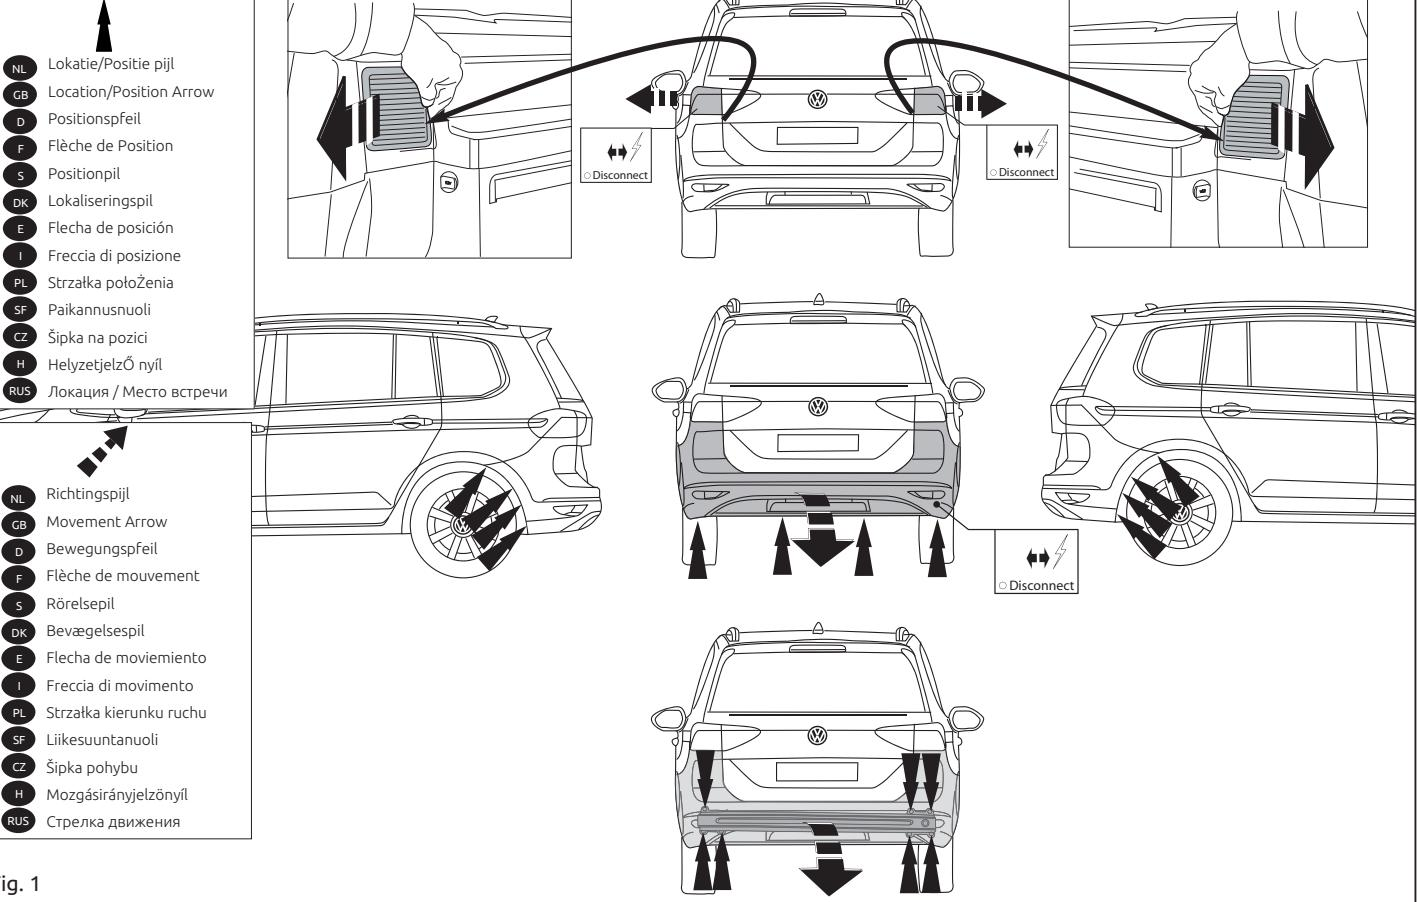

Fig. 1
1. Снять оба блока задних фар. Снять бампер вместе со стальным буферным бруском автомобиля. Буферный брус больше не понадобится. Поставить болты на место. См. рисунок 1.